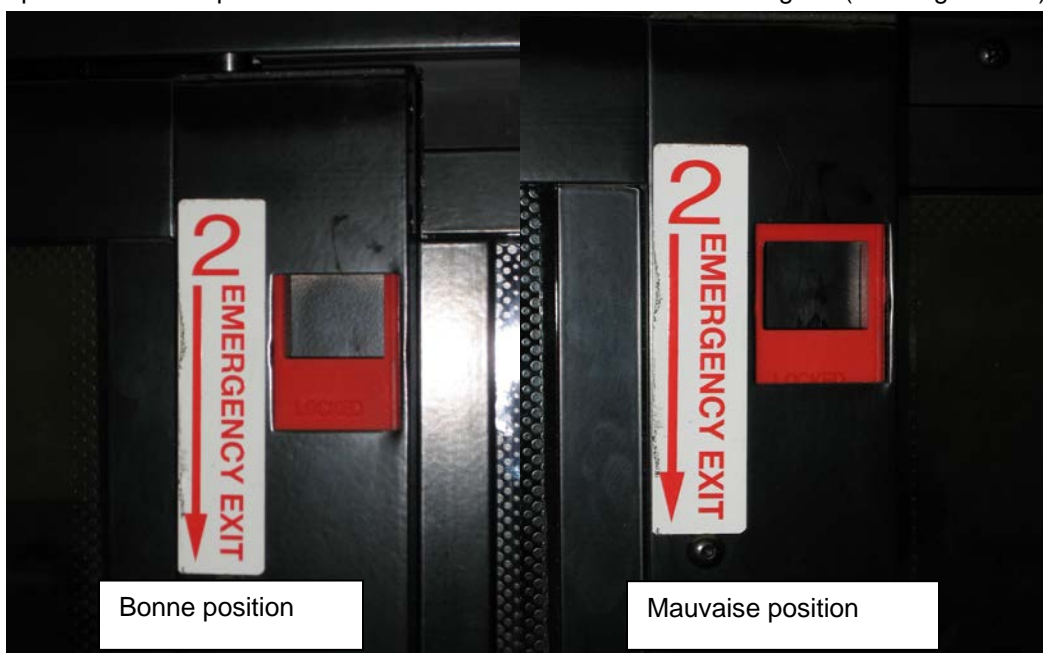

FIGURE 104 : POSITION CORRECTE DU LOQUET DE BLOCAGE
6. S'assurer que les deux loquets sont en position fermée (verrouillée). Le bord supérieur de l'ouverture du loquet et le bord supérieur de l'ouverture du châssis doivent être alignés (Figure 104).